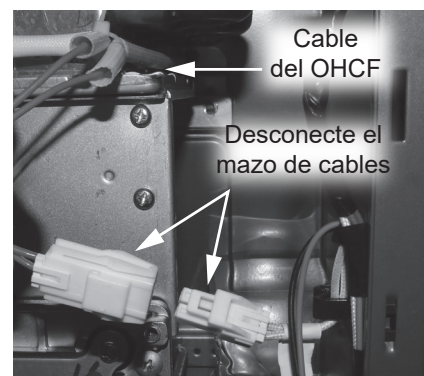

Figura 140 - Desconexión del cable del OHCF
- 28 Ubique el cable del OHCF y desconéctelo. Consulte la Figura 140.